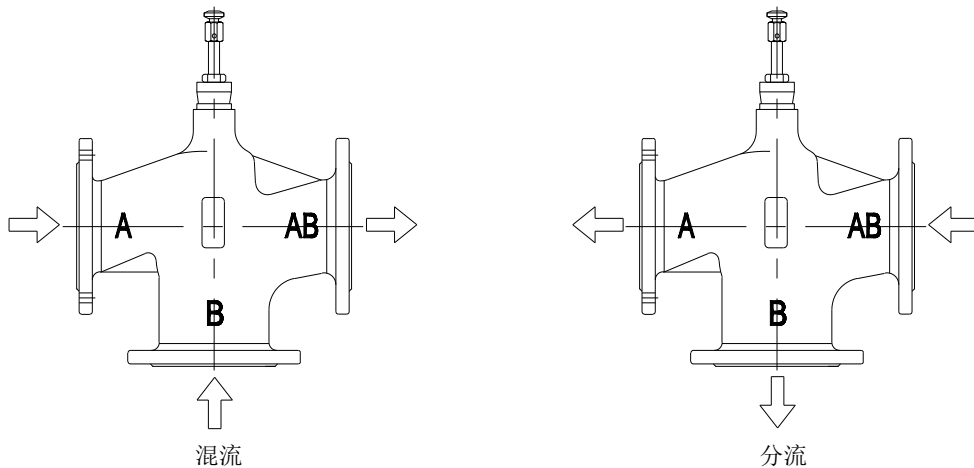

图 3
3. 如图 3，按照混流 A-AB、B-AB，分流 AB-A、AB-B 作为流向指示，安装时应注意介质流向。